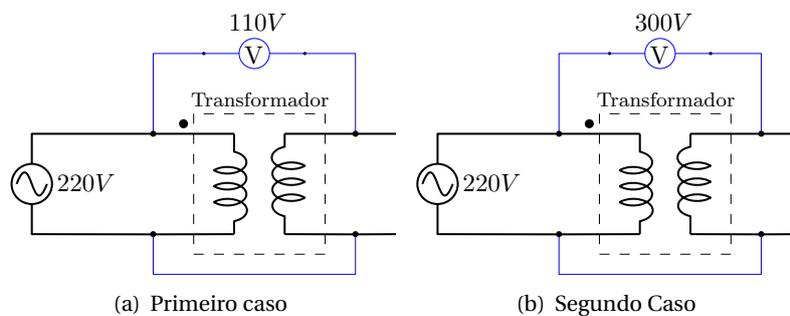

Figura 6.8: Ensaio de Polaridade de um transformador abaixador
- c) Utilize a notação do ponto para marcar a polaridade das bobinas nos circuito da Figura 6.8. Sabe-se que os dois transformadores estão ligados na configuração abaixadora. Quais são as tensões nos secundários?